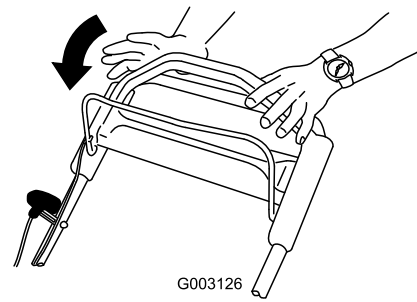

**Figure 20**
3. Maintenez la barre de commande de la lame contre le guidon (Figure 20).